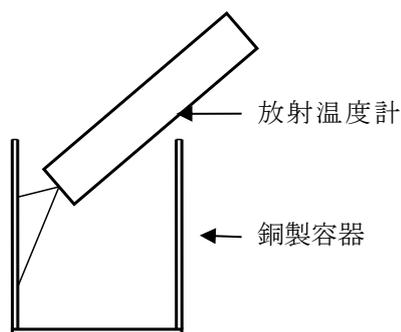

図 2 - 7 容器内壁側の温度測定
- ①電圧設定後 3 分程度経過してから、ふたを持ち上げて発熱体中央部の温度を放射温度計で測る。電圧が上がると発熱体は高温になるので、直接手を触れないように注意する。ふたを上げると温度はすぐに変化してしまうので手早く測定し、ふたを戻す。ふたはかなり冷たくなっているので、持ち上げるときには手袋を使ってもよい。
- ②ときどき氷水をかくはんし、1~2 分ごとに発熱体中央部の温度を測定する。温度変化のグラフを書いて、温度がほぼ一定になったと判断したら、その温度を記録する。
- ③電源装置に表示されている電圧、電流を記録する。
- ④図 2 - 7 を参考にして容器内壁の温度を手早く 3 回測定し、その平均を計算する。ただし、3 つの測定値の内、極端にずれているものは除く。
- ⑤すべての測定が終わったら、電源装置の電圧、電流つまみを最小にして、電源を切る。氷水を所定のバケツに捨てる。